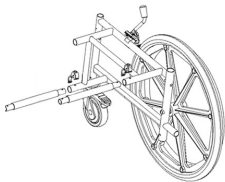

Fig.19
- Inserire i tubi di fissaggio sul telaio lato sinistro o destro, allineare i fori e inserire le C-clip come mostrato in Fig.19;